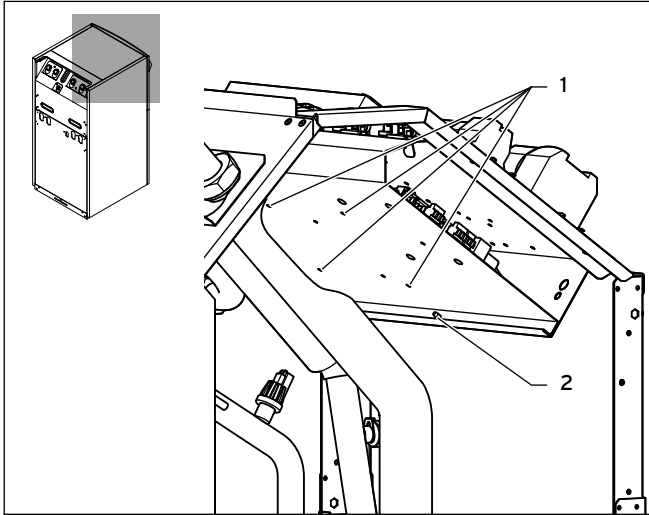

Fig. 4.4 Montage des éléments de fixation sur geoTHERM VWS/VWW/VWL-S ..1 et VWS ..4
- Relevez de nouveau le niveau inférieur du coffret électrique et revissez la vis (→ **Fig. 4.4, rep. 2**).